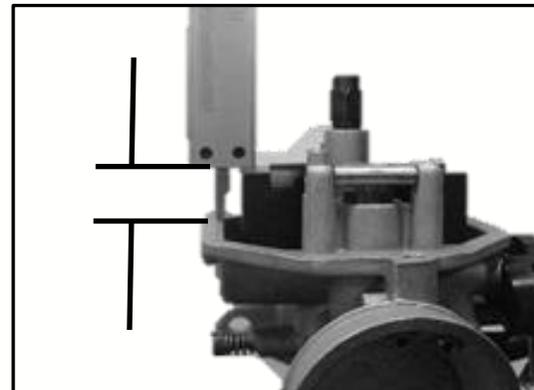

Fig.2.9
- Para obtener un nivel de combustible adecuado se debe tener la siguiente altura de flotador. Fig.2.9